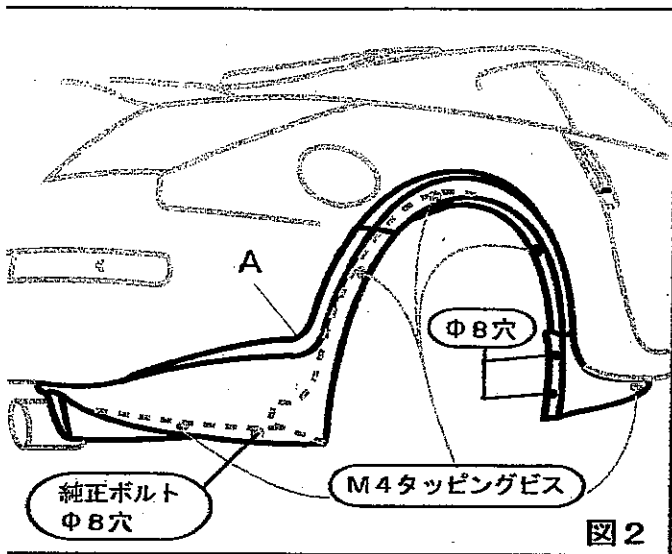

図2
- ①仮組み状態で取り付け穴位置の位置決めを行い、マーキングします。(図2参照)